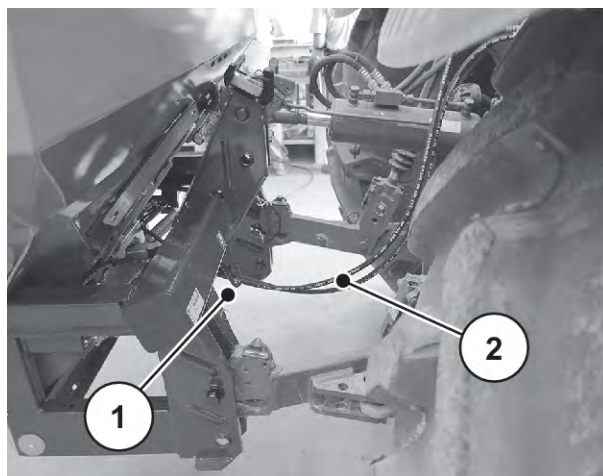

Fig. 25: Førning af hydraulikslanger
- ▶ Før hydraulikslangerne under tværrøret. Se *Fig. 25 Føring af hydraulikslanger*